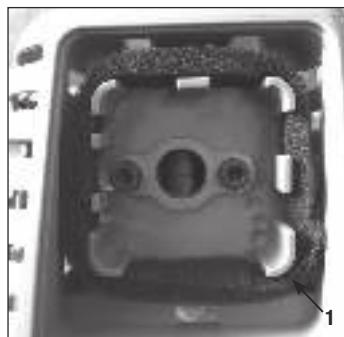

Рис. 17 Обслуживание воздушного фильтра TA3,5
- Извлеките фильтрующий элемент 1 (Рис. 17).